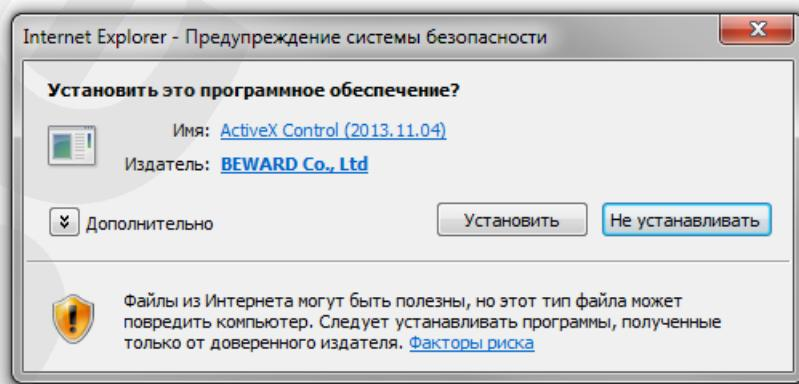

Рис. 5.22
**Шаг 2:** система безопасности браузера Internet Explorer будет автоматически блокировать установку ActiveX. Для продолжения установки нажмите кнопку **[Установить]** в окне подтверждения установки (Рис. 5.22).